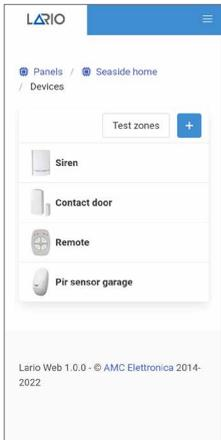

fig. 5.2.3
**Self Learning\*:** digitando il tasto Self Learning (fig. 5.2.1)  l'applicazione si mette in uno stato di attesa dispositivo (fig. 5.2.2). Digitare il tasto "Learn" sulla scheda elettronica di ogni dispositivo affinché venga programmato (ad esclusione del CM800mini, CM800, SS800, TR800). Nella fig. 5.2.3, digitando "Test zones" avrò la possibilità di attivare un test di tutti i dispositivi programmati. Per attivare il test premere su "Start". **Attenzione - una volta appreso il dispositivo è consigliato procedere con il test dello stesso (soprattutto nel caso dell'inserimento manuale del codice ID) e solo successivamente cominciare la sua programmazione.**